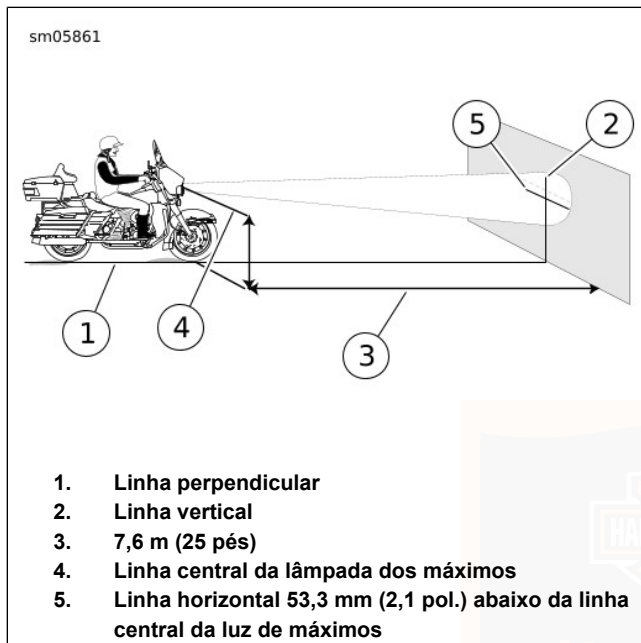

Figura 74. Focagem do farol dianteiro: Halogéneo de quartzo
4. Ver Figura 74. Estacionar o motociclo em linha perpendicular (1) com a parede.
6. Desenhar uma linha central vertical (2) na parede.
7. Com o motociclo carregado, apontar a roda dianteira a direito para a parede. Medir a distância (4) desde o pavimento à linha central da lâmpada:
8. Desenhar uma linha horizontal (5) que atravesse a linha vertical:
- a. **Halógeno de quartzo:** Ver Figura 74. 53,3 mm (2.1 in) abaixo da linha central da **luz de máximos**.
- a. **Halógeno de quartzo:** Ver Figura 74. Foco luminoso centrado na marca com farol dianteiro regulado para **luz de máximos**.